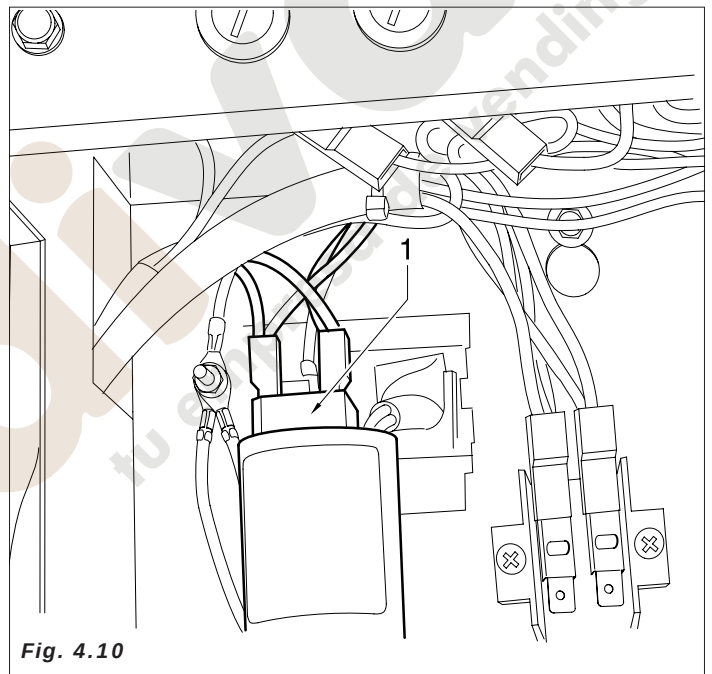
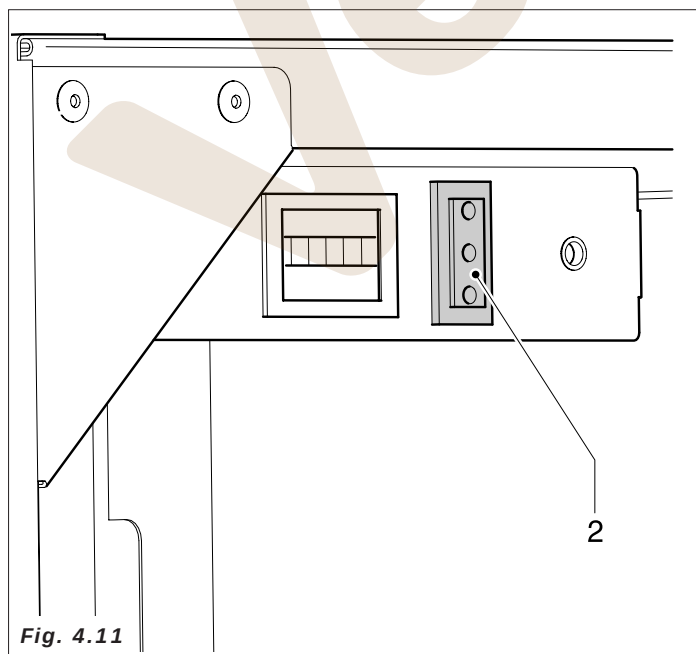

Fig. 4.10
Fig. 4.11
Con la puerta abierta, quedan bajo tensión la regleta del cable de alimentación(Fig.4.10-pos.1) y la toma de servicio interna del distribuidor automático(Fig.4.11-pos.2).